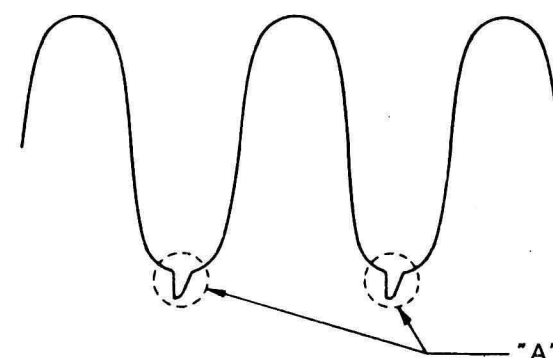

图17
- 步骤: ①用空白磁带记录SECAM制彩条信号;
- ②将示波器连接到IC851-11;
- ③调节T851,使“A”位于波谷,如图17所示。